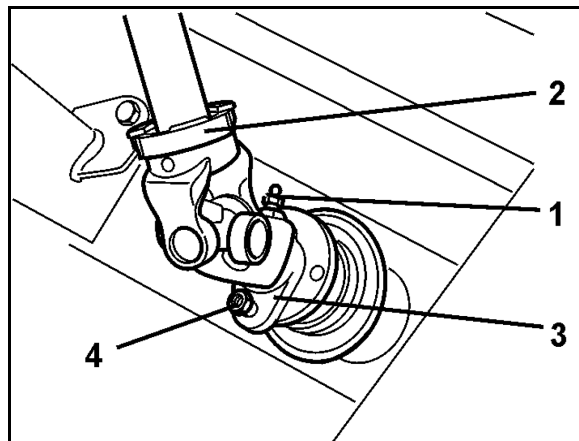

图 95
2. 用操纵杆（图 95/1）打开定量滑门。
4. 转动刻度尺（图 95/3）上的操纵杆，直至其碰到销栓停止。
5. 用转柄（图 95/2）固定操纵杆。
6. 拧开六角螺栓（图 95/6）。将指针（图 95/5）对准刻度值 8 并用六角螺栓固定。指针的读取边是（图 95/4）。